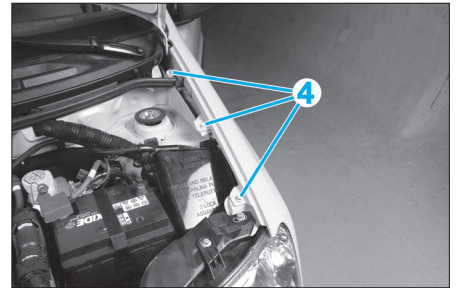

FIG. 104
- Déposer les vis de fixation (4) (Fig.104).